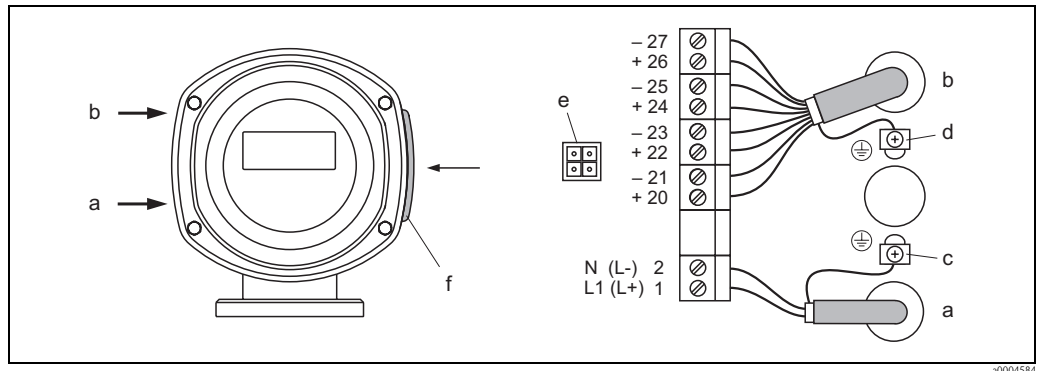

Fig. 22: Collegamento del trasmettitore (custodia da campo in acciaio inox); sezione del cavo: 2,5 mm² max.
- Schema elettrico (custodia in acciaio inox) → Fig. 22